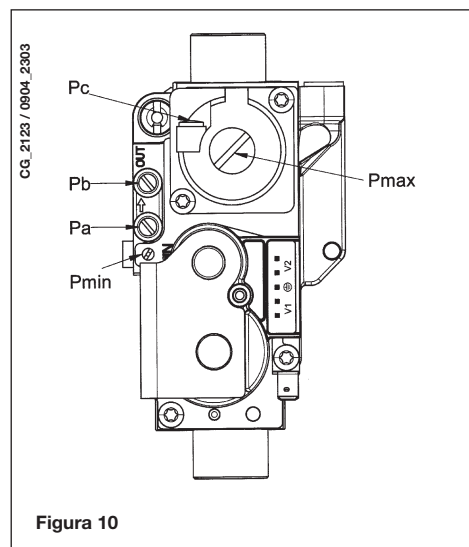

Figura 10
C) Calibración del regulador de presión (Figura 10)
- Regular el tornillo “**Pmax/Pmin**” (figura 10) hasta obtener el valor de presión que se indica en la Tabla 1.